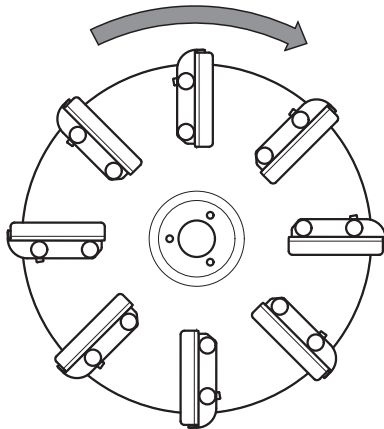

Bild 7.10: Spridartallrikens rotationsriktning
1. Beakta spridartallrikens rotationsriktning. Se bild 7.10.